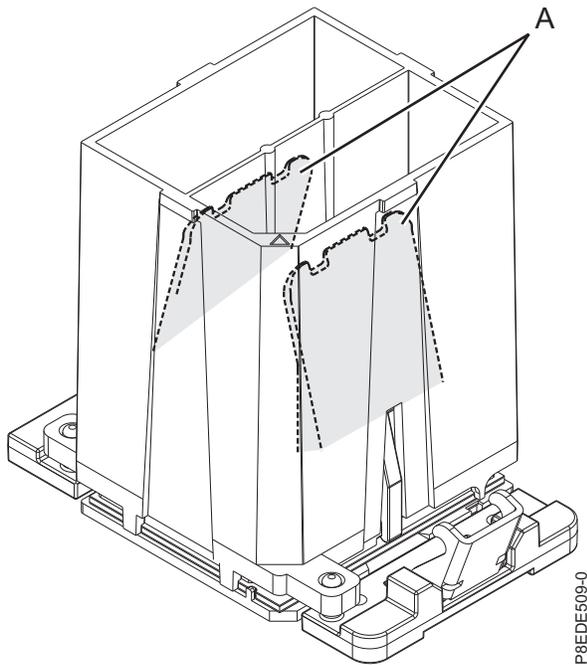

図 192. システム・プロセッサ・モジュール・ツールの取り外し
- c. ツールとシステム・プロセッサ・モジュールの穴とガイド・ピンが正しく位置合わせされたら、しっかりと止まるまで、2 つの青色のリリース・タブ (**A**) をつかみ、まとめて保持します (173 ページの図 192 を参照)。次に、ツールを持ち上げてシステム・プロセッサ・モジュールから離します。